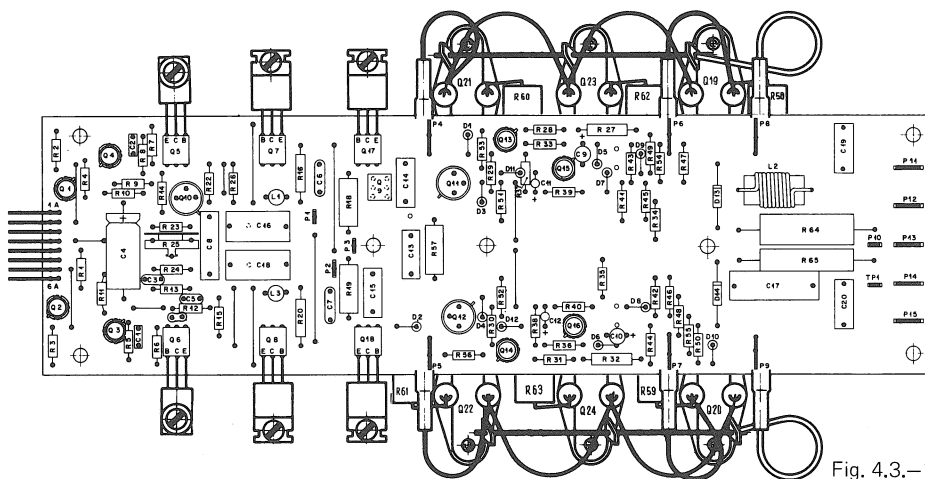

Fig. 4.3.-1
4.3. Ruhestrom-Einstellungen (Fig. 4.3.-1)
4.3. Adjustment of quiescent current (fig. 4.3.-1)